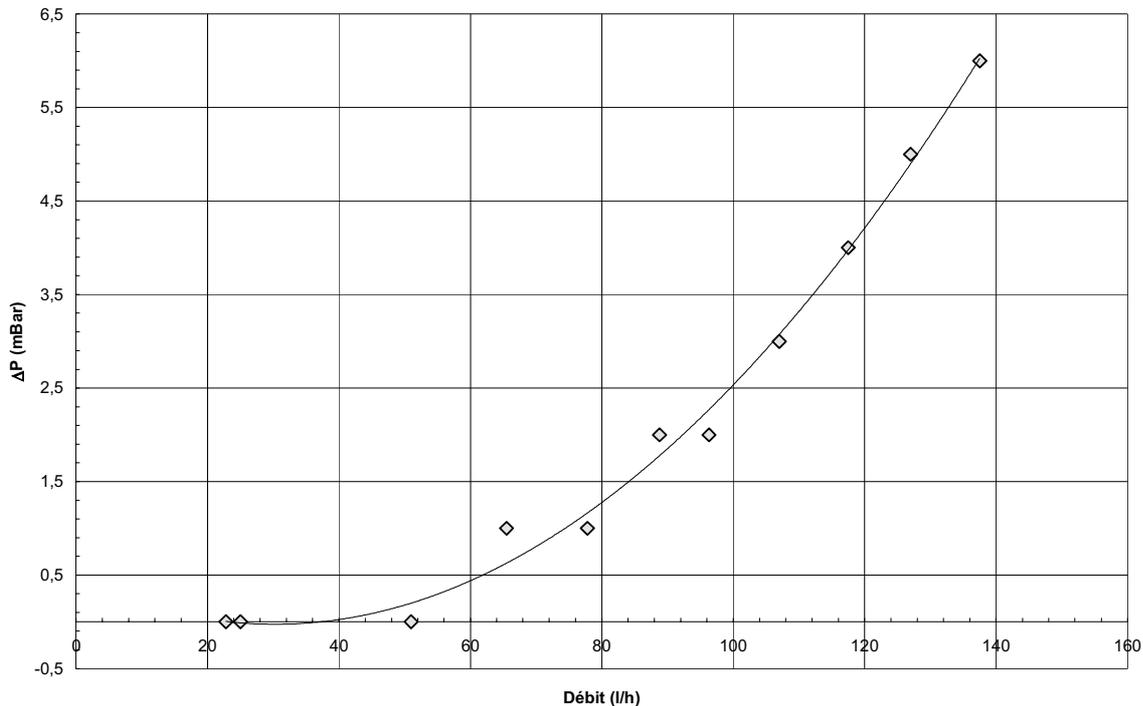

Figure 1- Courbe débit perte de charge du capteur FK 7200
- pertes de charge : cf. figure 1
Le capteur solaire "FK 7200" est un capteur plan à circulation de liquide constitué (c.f. figure 1) :
Le coffre du capteur (voir figure 1) est composé d'un bac en aluminium obtenu par emboutissage d'une tôle en aluminium d'épaisseur 0,8 mm.